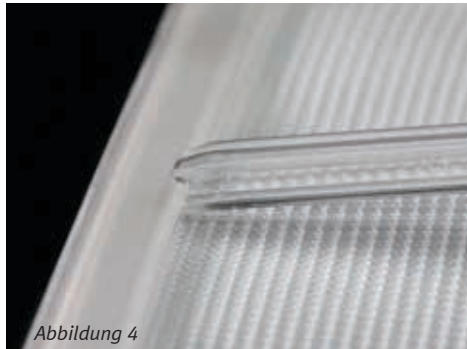

Abbildung 4
- Die Lippe der Stange vorsichtig in der Mitte der Längskante einschieben. Darauf achten, dass die Membranbarriere nicht beschädigt wird (Abbildung 4).